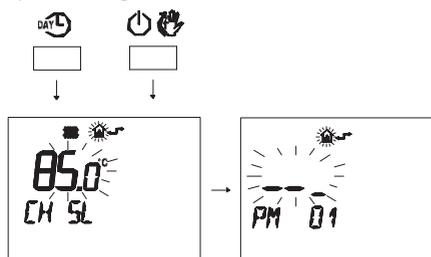

Figura 5.57
- Premere contemporaneamente i pulsanti **DAY** e **⏻** per entrare nella programmazione trasparente (Figura 5.57).